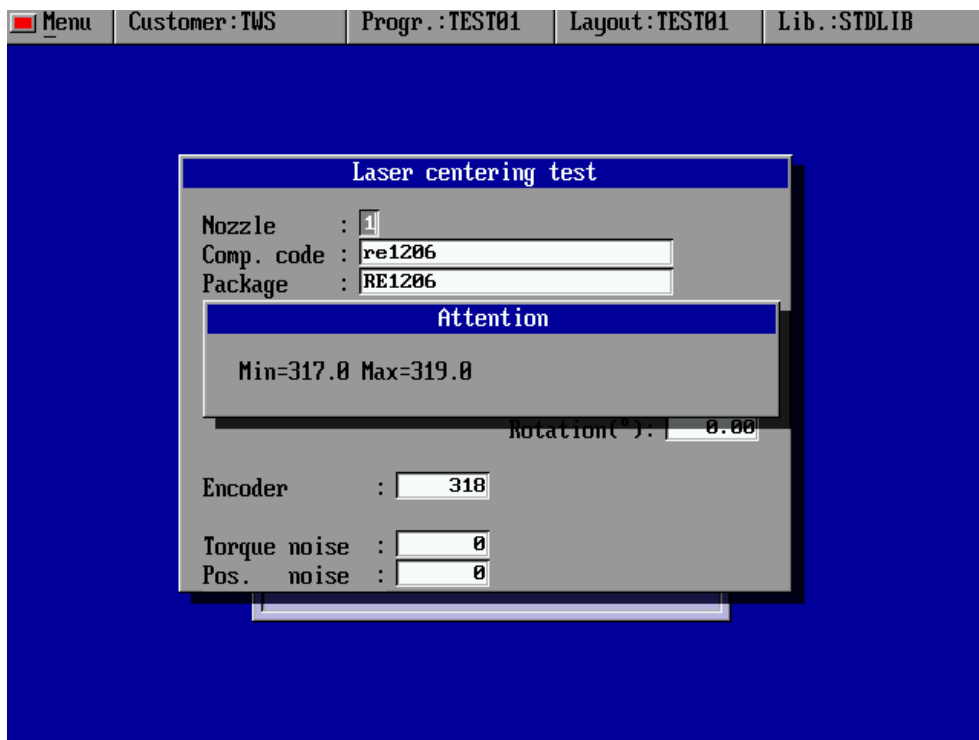

Рис. 3.29 Окно Изменения кодирующего устройства во время размещения
- Экран показывает окно с минимальными и максимальными значениями кодирующего устройства во время размещения (**Рис. 3.29**).